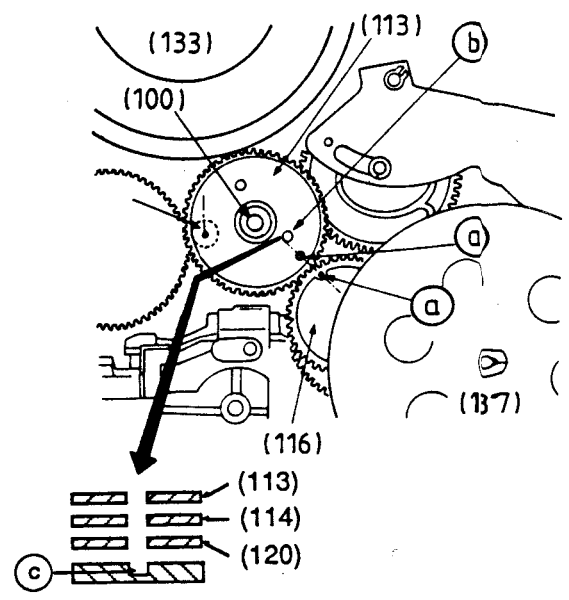
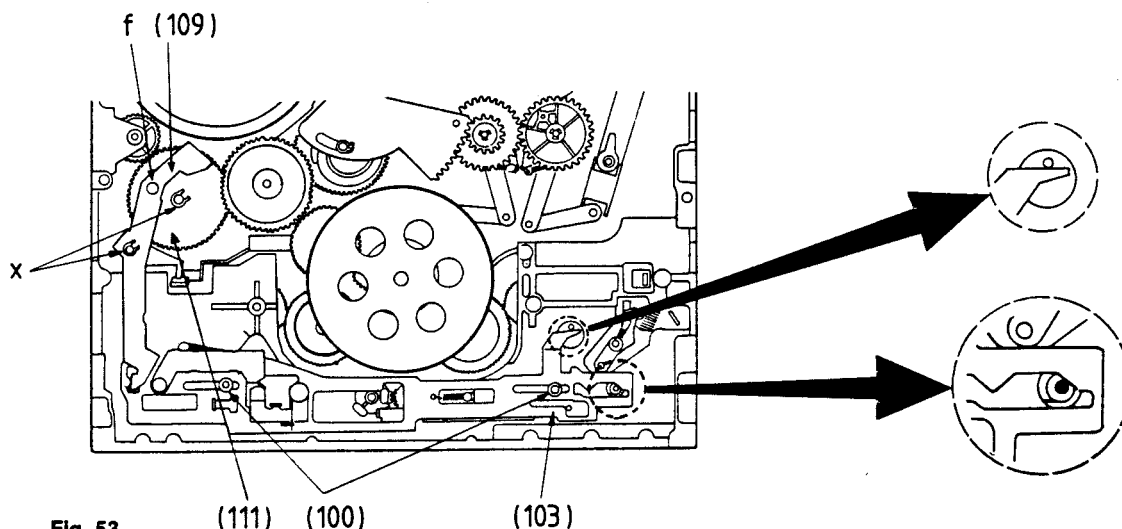
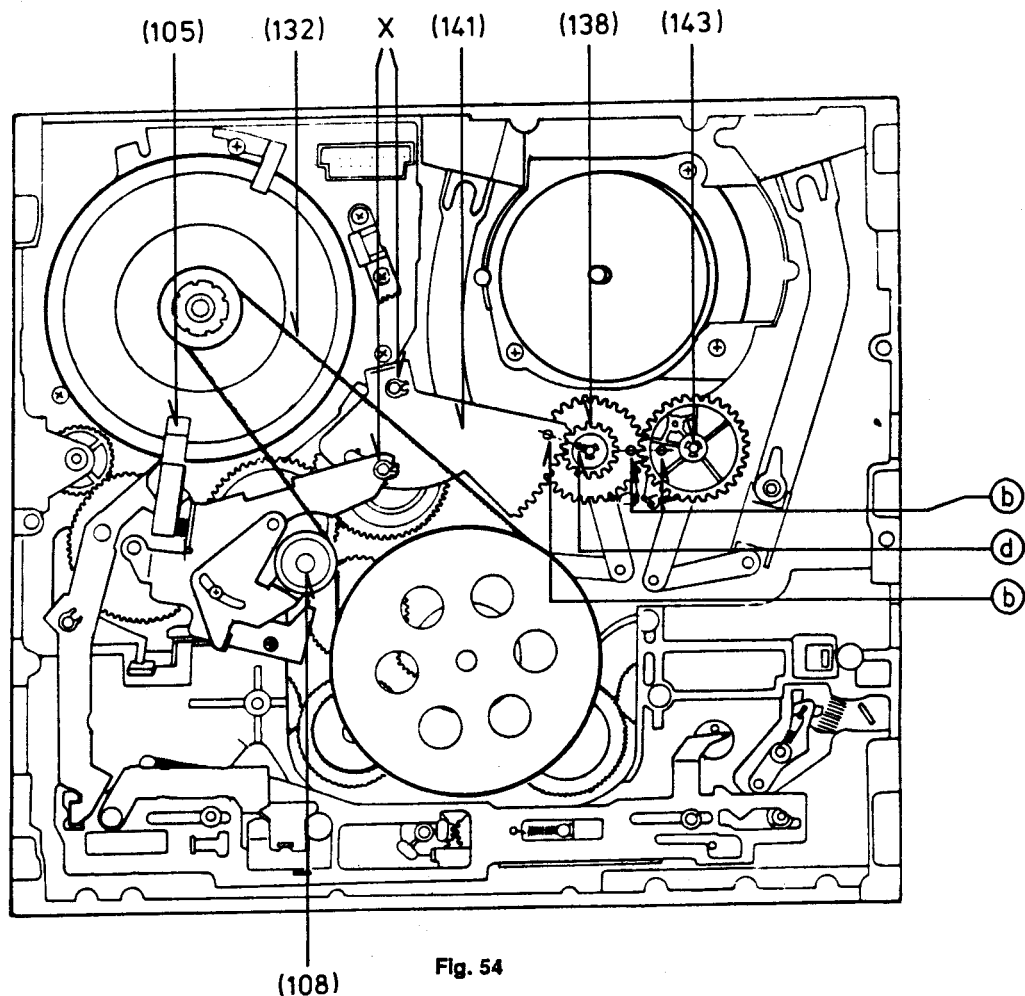

Fig. 52
Fig. 53
Fig. 54
9.4 Steuerrad (113)
- Steuerrad (113) so auf das Zwischenrad (114) stecken, daß das Markierungsloch (a) des Steuerrades (113) dem Markierungsloch (a) des Kupplungsrades (116) gegenübersteht und die Markierungslöcher (b) des Steuerrades (113), (b) des Zwischenrades (114), (b) des Ringrades (120) und (c) des Laufwerks übereinanderliegen (Fig. 52).
- Sicherungsring (100) montieren.
9.5 Hauptsteuerschieber (103), Steuerhebel (109)
- Hauptsteuerschieber (103) einsetzen und mit den Sicherungsringen (100) befestigen (Fig. 53).
- Steuerhebel (109) so einbauen, daß dessen Steuerbolzen "f" in die Steuerkurve des Kurvenrades (111) eingreift.
9.4 Drive Gear (113)
- Fit the Drive Gear (113) onto the Intermediate Gear (114) so that the marked hole (a) on the Drive Gear (113) is aligned towards the marked hole (a) on the Clutch Disk (116), and the marked holes (b) on the Drive Gear (113), marked hole (b) on the Intermediate Gear (114), marked hole (b) on the Ring Gear (120) and the marked hole (c) on the mechanics lie accurately over each other (Fig. 52).
- Fit the Securing Ring (100).
9.5 Main Control Lever (103), Control Lever (109)
- Fit the Main Control Lever (103) and secure with the securing ring (100) (Fig. 53).
- Fit the Control Lever (109) so that the Drive Bolt "f" engages with the cam curve of the Cam Gear (111).
9.4 Ruota di comando (113)
- Appoggiare la ruota (113) su quella intermedia (114) con il foro (a) alla stessa altezza del foro (a) della frizione (116) e con i fori (b) delle ruote (113), (b) (114) e (b) (120) e (c) del telaio perfettamente sovrapposti (fig. 52).
- Montare l'anello di sicurezza (100)
9.5 Cursore (103)
- Infine montare il cursore (103) e fissarlo con gli anelli (100) (fig. 53).
- Inserire la leva (109) in modo che il perno "f" della stessa entri nell'apposita guida della ruota (111).
9.6 Laderäder (138,143), Zahnsegment (141), Bremshebel (105), Spannrollenhebel (108)
- Laderäder (138, 143) so einsetzen, daß sich die Markierungslöcher (b) gegenüberstehen (Fig. 54).
- Zahnsegment (141) nach Fig. 54 einbauen. Das Markierungsloch (b) des Zahnsegments (141) muß sich gegenüber der Markierungsnahe (d) des Laderades (138) befinden.
- Bremshebel (105) und Greifringe "X" montieren.
- Spannrollenhebel (108) einbauen.
9.6 Loading Gears (138,143), Toothed Segment (141), Brake Lever (105), Tension Roller Lever (108)
- Fit the Loading Gears (138, 143) so that the marked holes (b) are aligned towards each other (Fig. 54).
- Fit the Toothed Segment (141) as shown in Fig. 54. The marked hole (b) on the Toothed Segment (141) must be aligned towards the marked lug (d) on the Loading Gear (138).
- Fit the Brake Lever (105) and the Grip Ring "X".
- Fit the Tension Roller Lever (108).
9.6 Ruote di caricamento (138, 143), segmento dentato (141), leva di frenata (105), leva rullo tensore (108)
- Inserire le ruote (138, 143) in modo che i fori (b) risultino coincidenti (fig. 54).